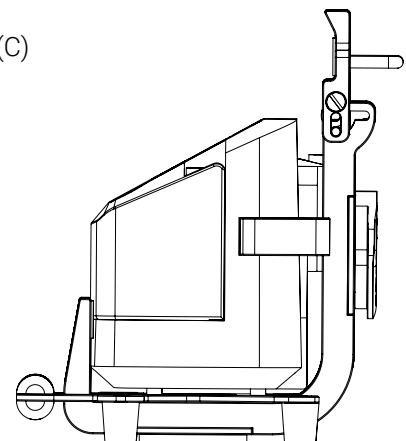

Figure 8: Déverrouillage et ouverture du support de fixation
1. Appuyer et maintenir enfoncé le bouton à déclenchement rapide du support de fixation (Figure 8 A), puis basculer le dessus vers l'arrière (Figure 8 B et Figure 8 C).